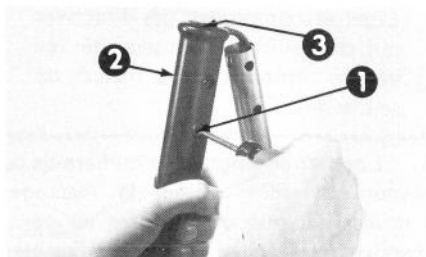

Figure 2
3. Enlevez les vis et les écrous en plastique de la poignée centrale du manche (Fig. 2).